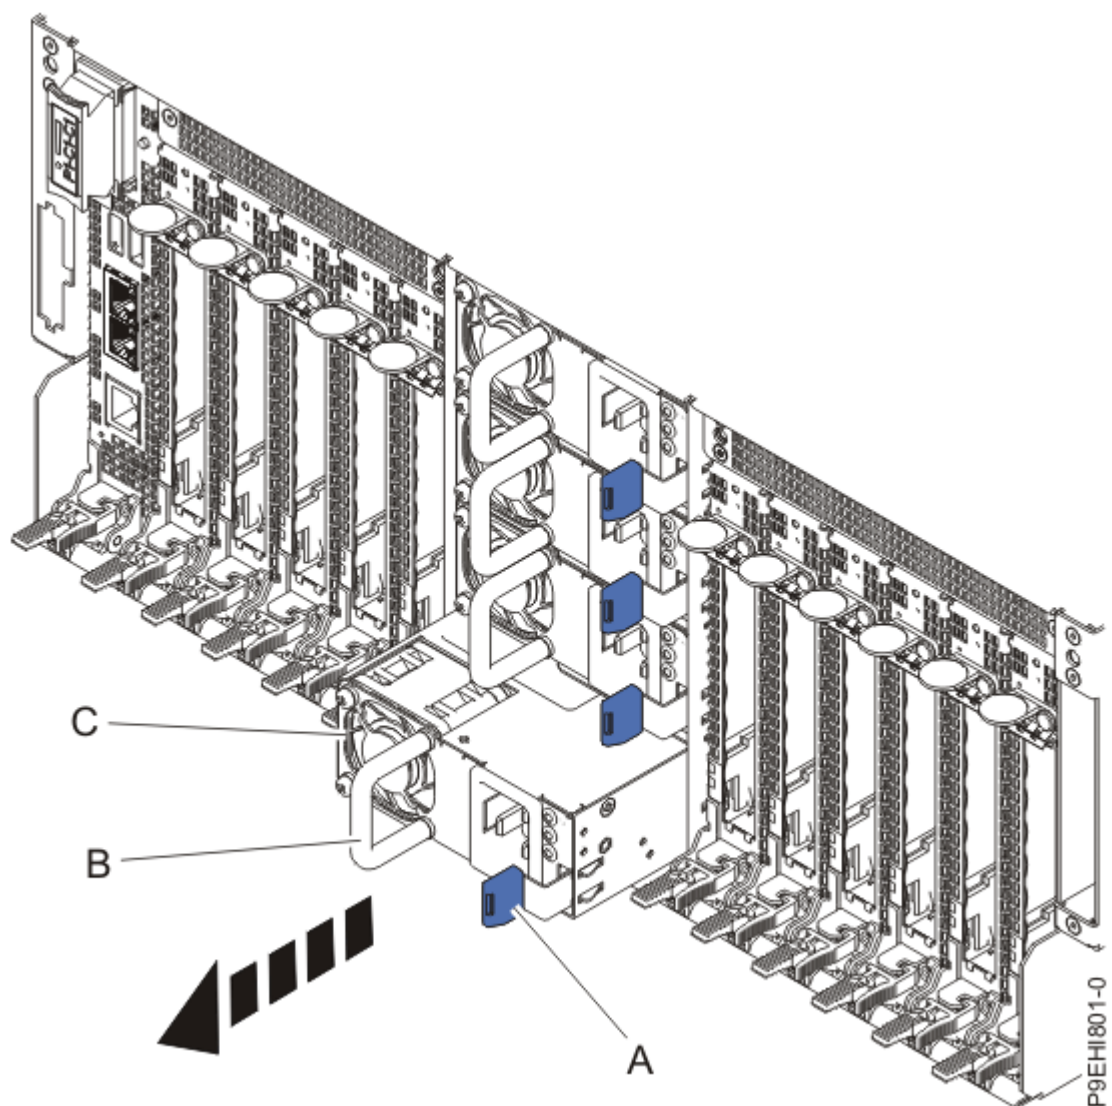

Рисунок 6. Удаление блока питания с обратной стороны шасси системы
3. Сдвиньте фиксатор **(A)** влево, как показано на Рисунок 6 на стр. 8.
4. Достаньте блок питания из системы за ручку **(В)**, как показано на Рисунок 6 на стр. 8.